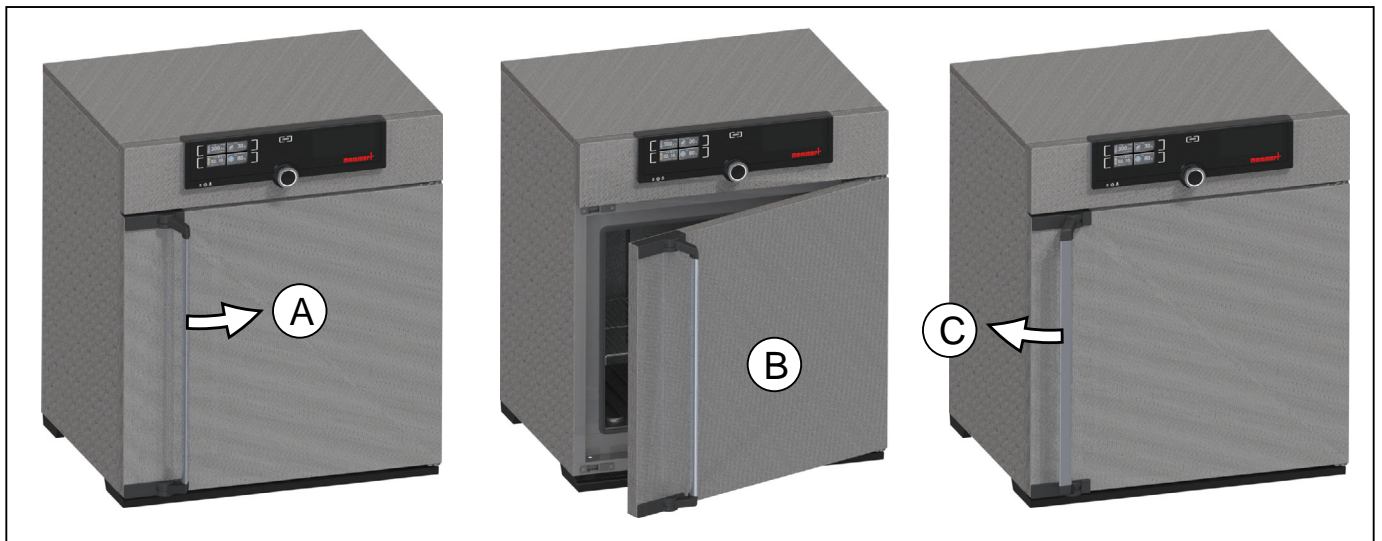

Abb. 11 Tür öffnen und schließen
- ▶ Zum Öffnen der Tür Türgriff zur Seite ziehen (je nach Türvariante links oder rechts, Abb. 11, A). Die Tür springt einen Spalt auf, so dass auf Wunsch bei hoher Temperatur im Arbeitsraum die Hitze mit angelehnter Tür ablüften kann. Die Tür kann dann ganz geöffnet werden (B).
- ▶ Zum Schließen Türgriff zudrücken (C).